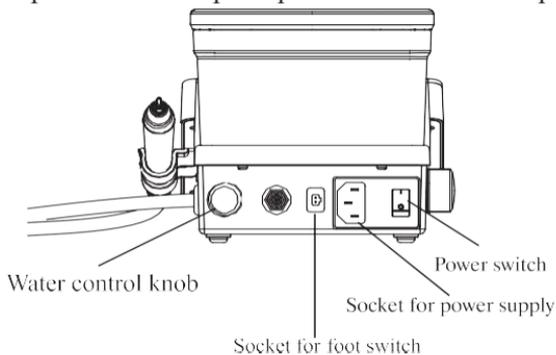

Imagen 2
2.1.3 Inserte la clavija del interruptor de pie en su enchufe. (ver imagen 2)
2.1.4 Conecte un extremo de la tubería de agua a la entrada de agua y el otro extremo a la fuente de agua limpia. (ver imagen 2)